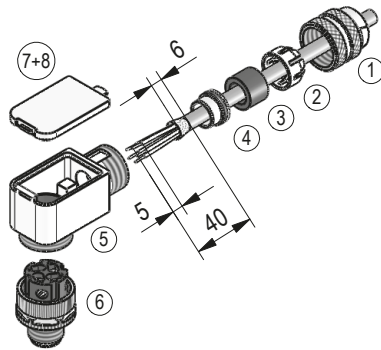
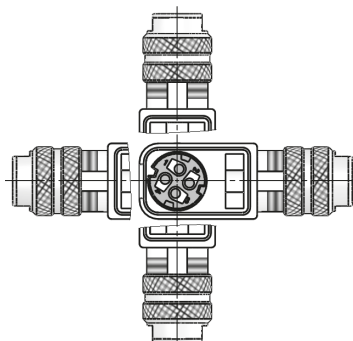

Abb. 9: Gegenstecker M12 gewinkelt
Abb. 10: Winkelstellungen
- Zubehör SIKO Art.Nr. "87600" M12 D-kodiert (Stift 4 pol. Ethernet Port 1 (IN) + Port 2 (OUT)) (**Abb. 9 + Abb. 10**).
#### Montage (**Abb. 9**)
#### Ändern der Winkelstellung (**Abb. 10**)